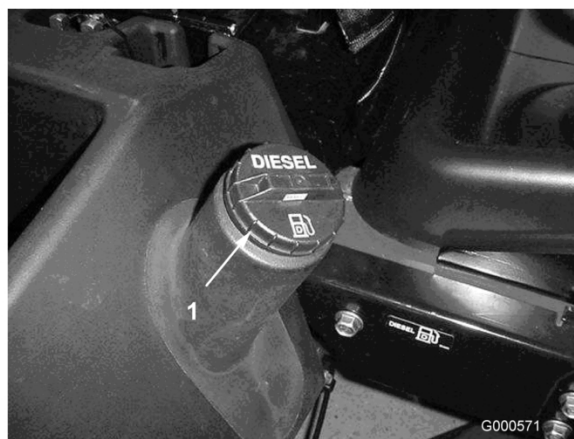

Figura 14
1. Retire el tapón del depósito de combustible (Figura 14).